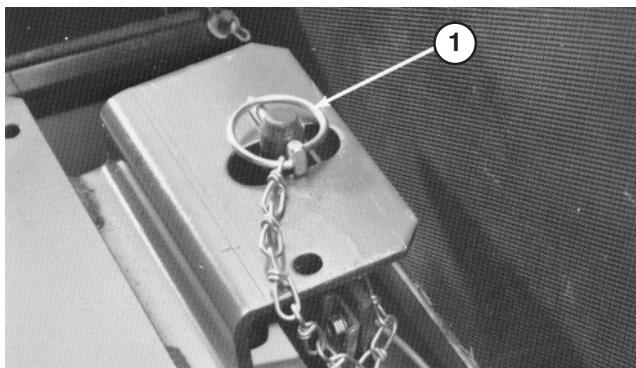

Figure 11
- Dégagiez la bâquille de support du siège et baissez-la. Abaissez le siège et poussez la goulotte à anneau dans le goujon de verrouillage du siège. Repliez l'extrémité métallique de la goulotte par-dessus le goujon du verrou (Fig. 11).
- Dégarez la béquille de support du siège et baissez-la. Abaissez le siège et poussez la goupille à anneau dans le goujon de verrouillage du siège. Repliez l'extrémité métallique de la goupille par-dessus le goujon du verrou (Fig. 11).